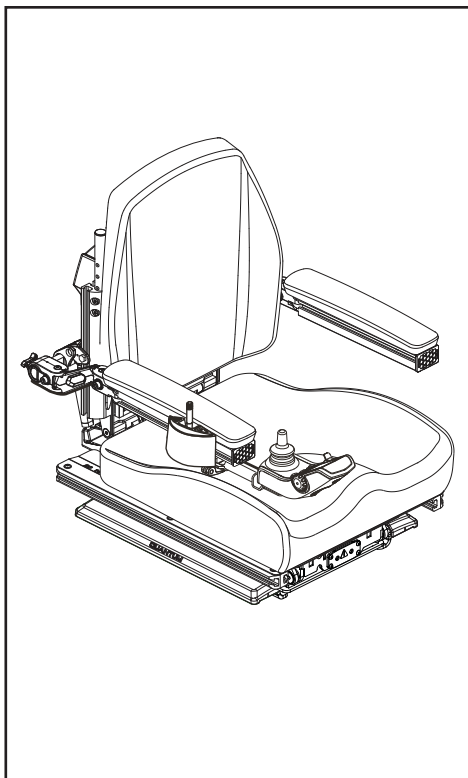

Figure 15. Commutateur du siège électrique
1. Pesez sur l'avant du commutateur pour faire monter le siège. **Voir la figure 15.**